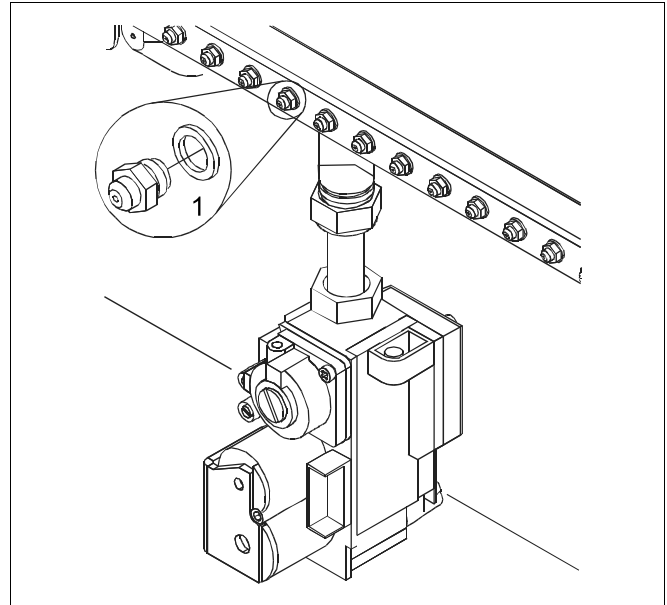

Рис. 47 Замена форсунок
- Демонтировать форсунки (рис. 47, поз. 1) горелки и установить форсунки с нужным диаметром, который соответствует новому виду газа (глава 7, стр. 50).